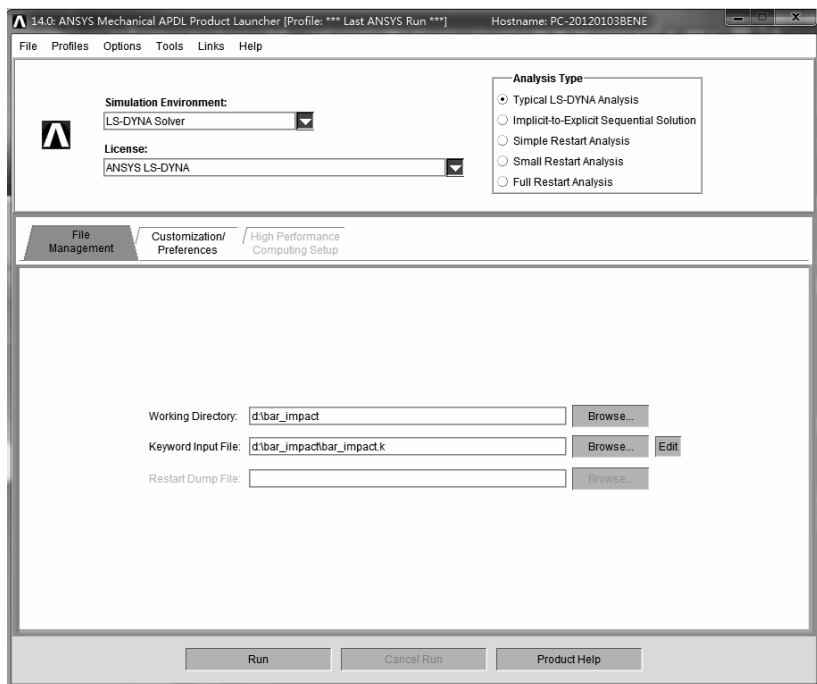

图 1-52 “14.0 Mechanical APDL ANSYS Product Launcher [Profile: \*\*\* La...”窗口
(1) 打开“14.0 Mechanical APDL ANSYS Product Launcher [Profile: \*\*\* La...”窗口（见图 1-52）。其实该窗口前面已经打开，只需单击桌面下方任务栏中该窗口的最小化图标，使该窗口显示出来。如果前面已将该窗口关闭，可以用“开始”菜单中的“ANSYS 14.0”文件夹下的“Mechanical APDL Product Launcher 14.0”图标打开（单击此图标）。